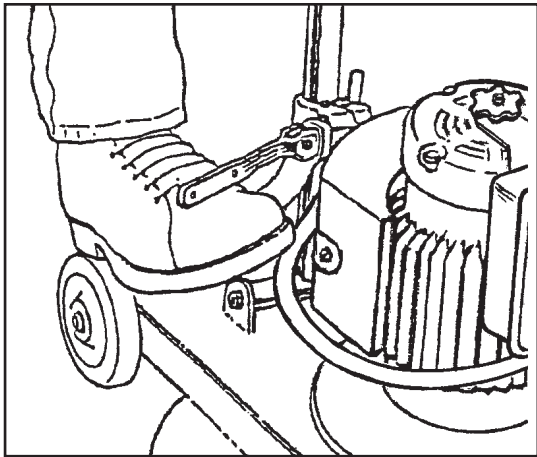

Figura 1
2. Bloquee el mango presionando hacia abajo la palanca de bloqueo. Ver figura 1.